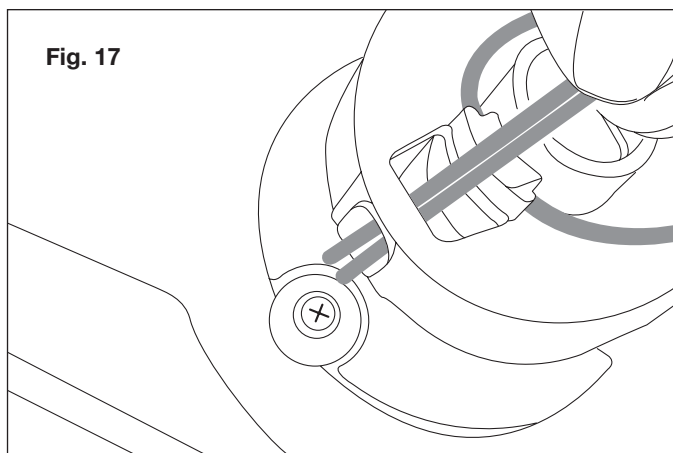

Fig. 17
4. Ensarte las líneas a través de cada casquillo correspondiente. Asegúrese de que ambos extremos de la línea sean rectos e iguales en longitud (Figs. 17 y 18).